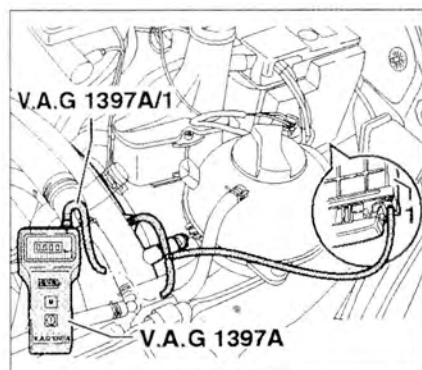

Рис. 3.43. Отсоедините нагнетающую трубку (черную) между трубкой подачи сжатого воздуха и блоком управления впрыском топлива от блока управления 1.
2. Отсоедините нагнетающую трубку (черную) между трубкой подачи сжатого воздуха и блоком управления впрыском топлива от блока управления 1 (рис. 3.43).